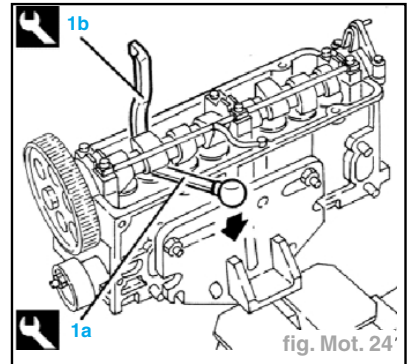

fig. Mot. 24
- A l'aide de l'outil (1a) (levier ref. **1-860-443-000**), baisser le poussoir en question et le maintenir dans cette position à l'aide de l'outil (1b) (levier ref. **1-860-747-000**) (fig. Mot. 24).